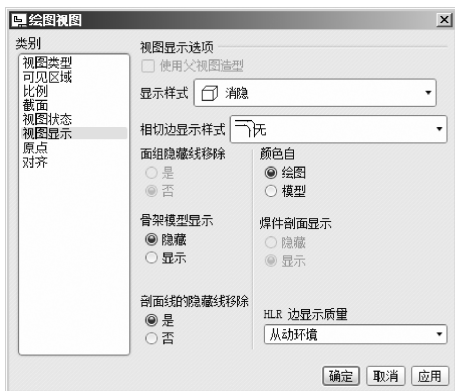

图 10-74 设置视图显示
(6) 视图显示。在【类别】列表中，选择【视图显示】选项，对话框如图 10-74 所示，可以在其中设置绘图视图中各种图元的显示状态。